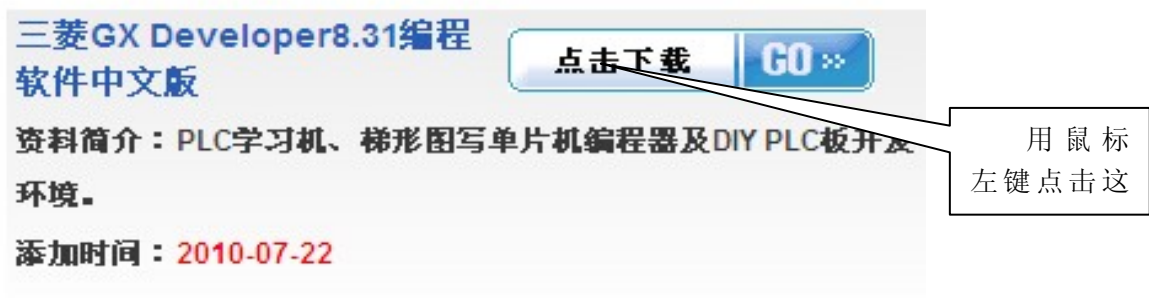

图 3-2 下载中心图片
- * 如果电脑上没有安装GX Developer8.31 编程软件, 请登陆<http://www.plc77.com/xzzx.asp>找到图 3-2 点击下载;